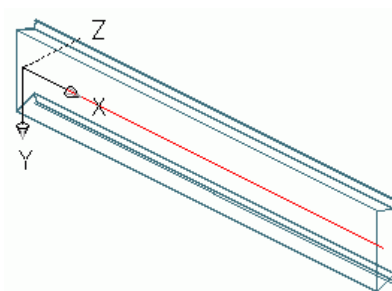

Рисунок 45: Профиль Krupp box
- Установите ПСК соответствующим образом (см. Рисунок 45).